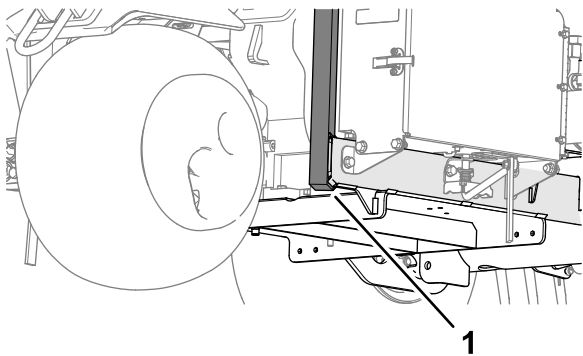

**Figura 127**
3. Collocate accuratamente il cavalletto sotto il braccio anteriore di supporto delle ruote (Figura 127).